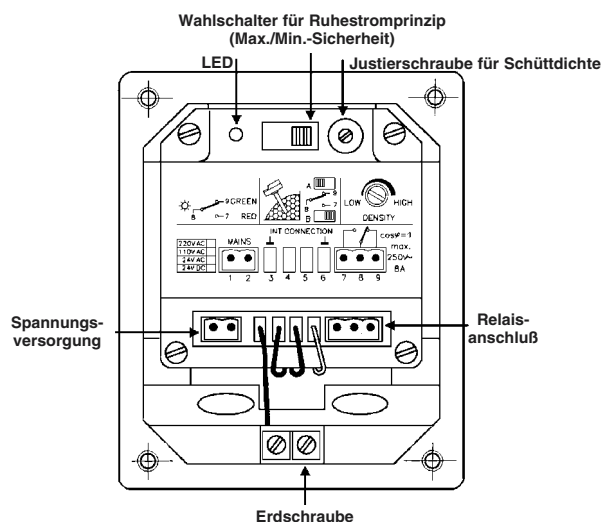

Abb. 4
4. Versorgungskabel an Versorgungsklemmen anschließen. Die steckbaren Klemme können zum einfacheren Anschluß abgezogen werden (Versorgung ist Klemme 1 und 2, siehe Abb. 4).
5. Signalleitung an Klemmen für das Relais anschließen. (7, 8 und 9, siehe Abb. 4)
Nach fachgerechter Montage ist das Gerät sofort betriebsbereit. Die LED zeigt den Relaisstatus an. Durch Berühren des Schwingstabes und der damit verbundenen Dämpfung der Schwingung wird die LED die Leuchtfarbe ändern. Siehe **Abb. 4**.
(siehe **Abb. 4**) entgegen dem Uhrzeigersinn nach links in Richtung "LOW", bis das Gerät im entsprechenden Schüttgut schaltet.